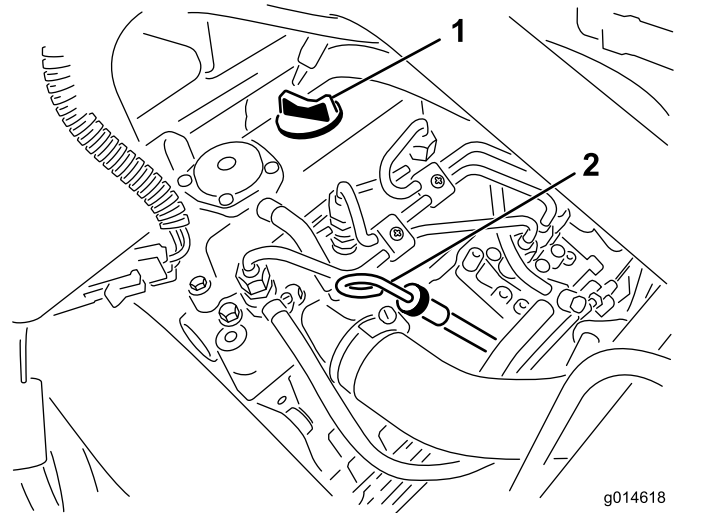

図 33
2. ディップスティックを抜きウェスで一度きれいに拭く(図 33)。